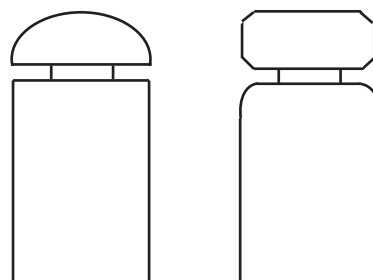

Рис. 4 Разные формы края гильзы заклёпки
2.5. Торец гильзы заклёпки (рис. 4) может быть либо как отрезанным (заклёпки произведены из проволоки), так и закругленным (заклёпки произведены из листа).